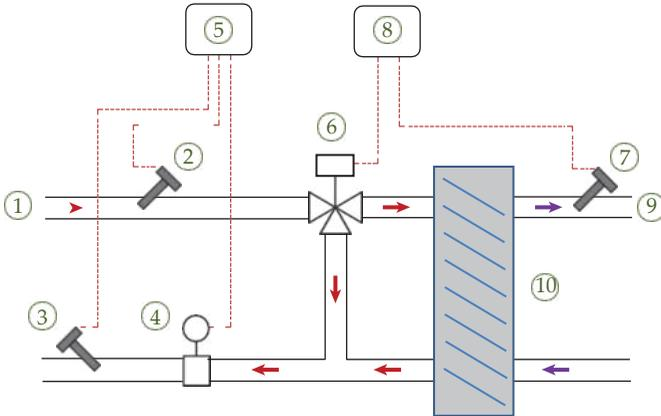

Рис. 1.14
Тепловая мощность может быть распределена посредством протекания горячих жидкостей или пара. Централизованное теплоснабжение используется во многих городах, где центральные тепловые станции поставляют тепловую энергию группе потребителей, подключенных к трубопроводной системе, заполненной технологической водой. Районное охлаждение аналогично, но здесь распределяется холодная вода (например, из озера). В большинстве случаев теплообменник (10) устанавливается между водопроводной системой (1) и местной системой (9) в здании заказчика (рис. 1.14). Это позволяет